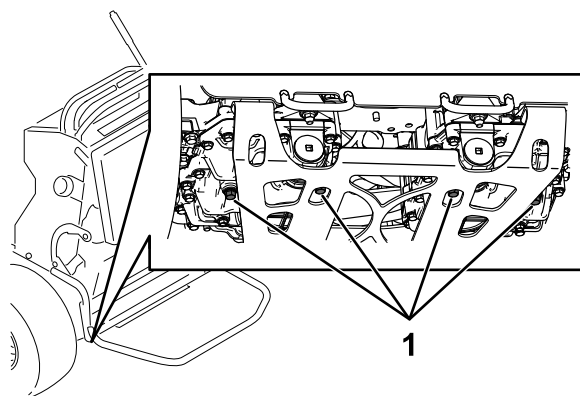

Figura 73
3. Localize os tampões de escoamento na parte inferior da transmissão e coloque um recipiente de escoamento debaixo do tampão (Figura 73).